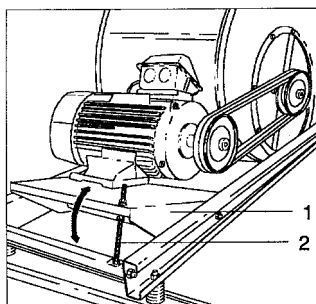

Рис.11
Для регулировки шкивов следуйте процедуре, показанной на Рис.11: Электродвигатель установлен на откидной площадке (1). Между площадкой и основанием вентилятора имеется стержень с резьбой (2) и 4 гайками, которыми регулируется положения откидной площадки до достижения шкивом нужного положения.